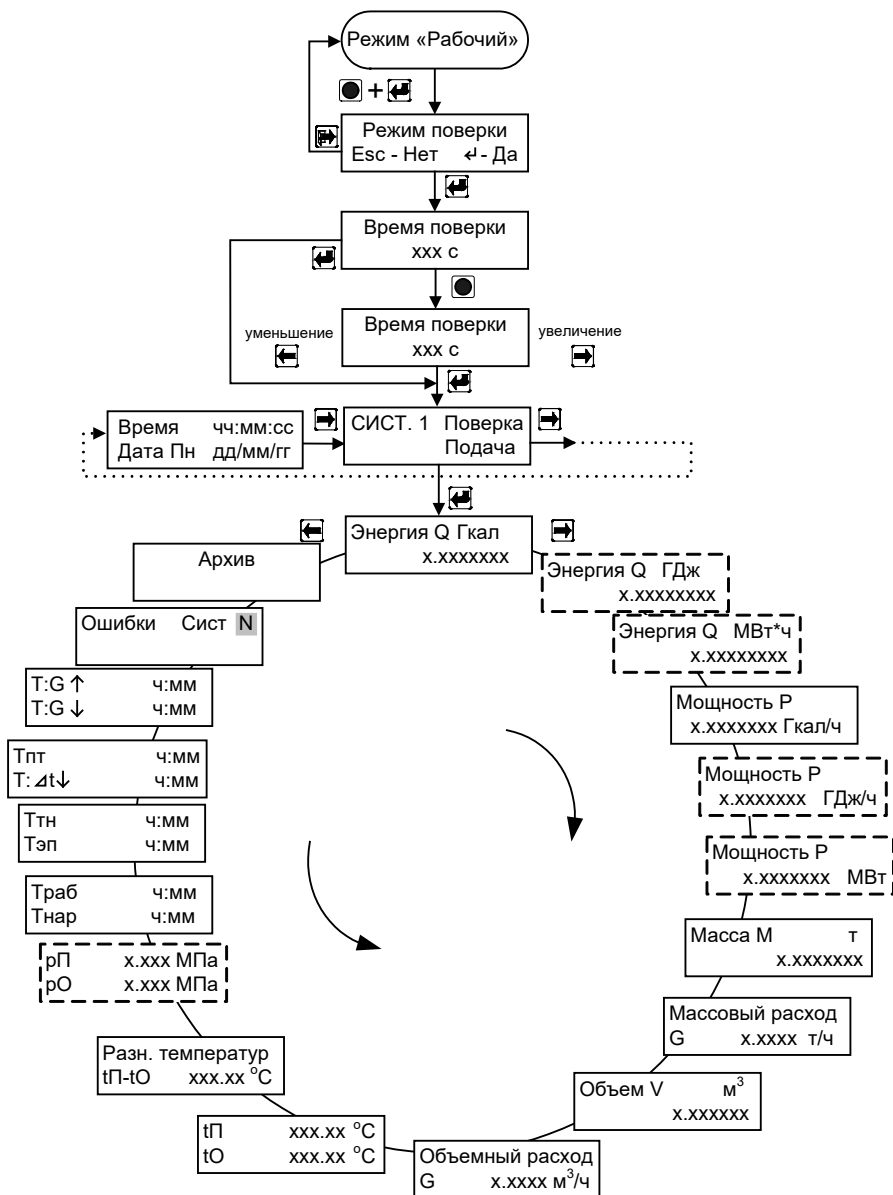

Рис. 7.4
7.5.2 Для входа в режим работы теплосчетчика «Поверка (поверка измерительного канала количества теплоты) необходимо, находясь в любом меню режима «Рабочий», **одновременно** нажать кнопки «**служебная**» и «**вход**». Для выхода из режима поверки необходимо, находясь в любом меню режима «Поверка», **одновременно** нажать кнопки «**служебная**» и «**выход**». Порядок перехода между окнами режима «Поверка» изображен на рис. 7.4.
**ВНИМАНИЕ !** При входе в меню (см. рис. 7.4):